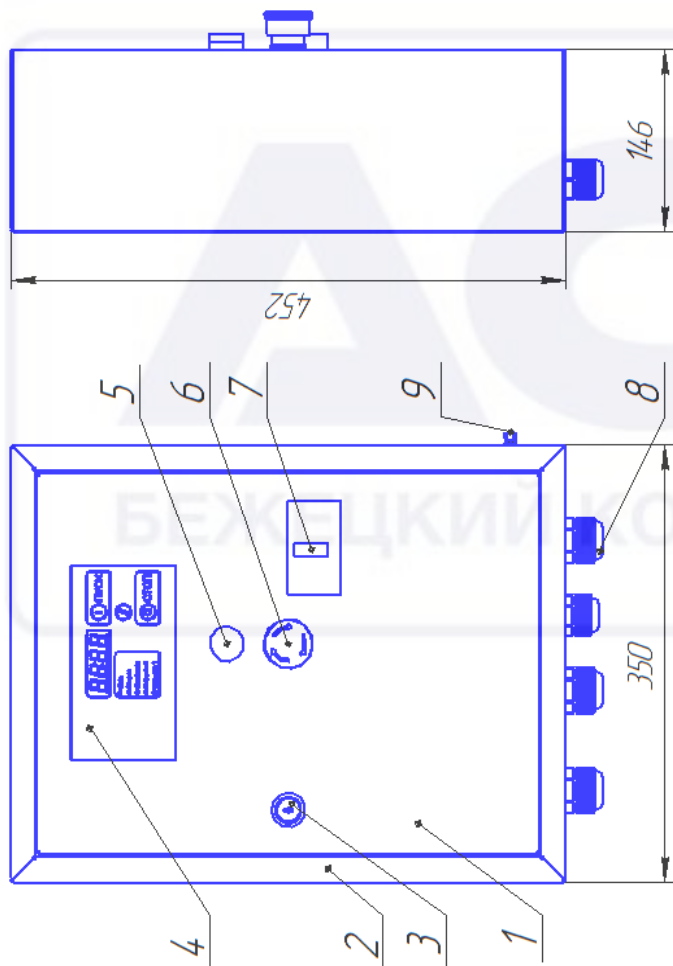

Рисунок 1 – Шкаф управления мод. БКПК-5,5x2
4.1 Шкаф управления (рисунок1) состоит из корпуса 2, дверцы 1 с установленными на ней элементами управления: контроллера 4 (с наличием дисплея и светодиодных индикаторов), лампочки подачи напряжения «СЕТЬ»5, кнопки «АВАРИЙНЫЙ СТОП» 6, автоматического выключателя 7.